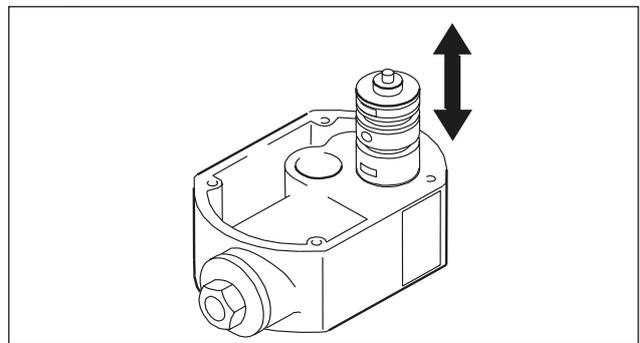

Fig. 18: Montaje de la válvula de control interior
- La válvula de control de aire se cambia como una unidad completa (Fig. 18).